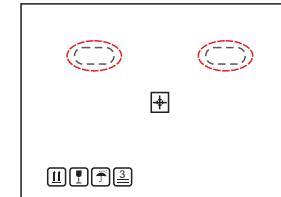

图3.3 纸箱搬运示意
1. 下面的红色圆圈表示产品包装上的镂空。以便于搬运逆变器纸箱 (参见图3.3)。